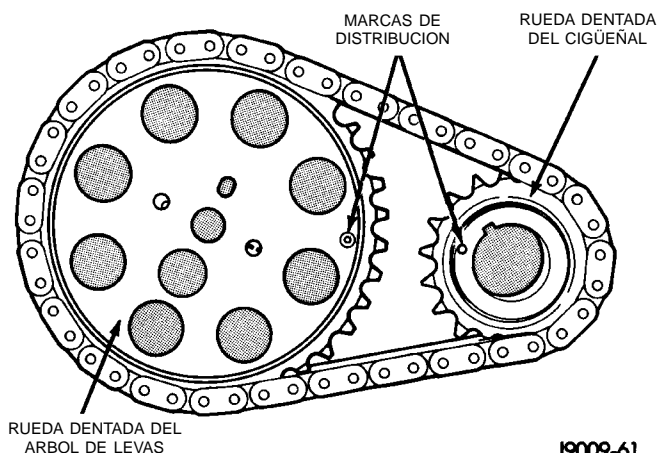

Fig. 46 Alineación de la cadena de distribución—característica
- (7) Retire la correa de distribución en serpentina.
- (8) Retire el amortiguador de vibraciones del cigüeñal.
- (9) Retire la tapa del cárter de la distribución. Limpie el material de junta de la tapa.
- (10) Retire el pasador de empuje y el muelle de tensión de la cabeza del perno de ajuste previo.
(11) Gire el cigüeñal hasta que la marca de distribución de la rueda dentada del cigüeñal se sitúe en la línea central y se acerque a la marca de distribución de la rueda dentada del árbol de levas (Fig. 46).
(1) Limpie el orificio del pasador del árbol de levas.
(2) Comprima el centro del pasador de muelle de recambio con mordazas de prensa.
(3) Introduzca con cuidado el pasador en el orificio del pasador del árbol de levas hasta calzarlo.
(4) Instale la rueda dentada del árbol de levas, la rueda dentada del cigüeñal y la cadena de distribución, con las marcas de distribución alineadas (Fig. 46).